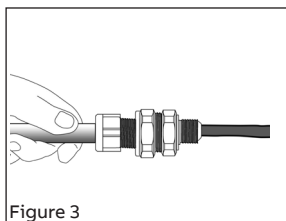

Figure 3
- Insérer le câble dans l'écrou du presse-étoupe et pousser jusqu'à ce que l'armure soit bien appuyée sur le butoir (Figure 3).